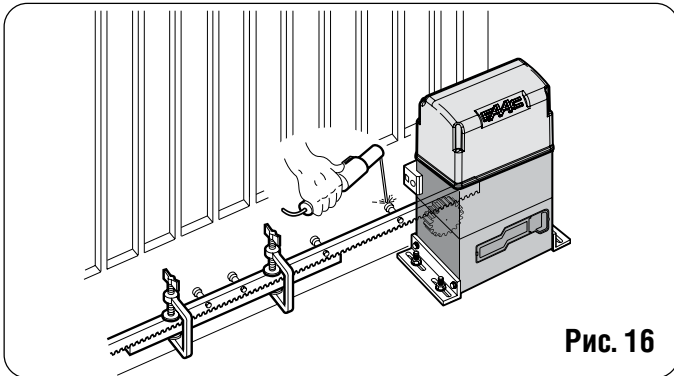

Рис. 16
5) Совместить вторую часть рейки с предыдущей с помощью отрезка рейки (как показано на рис. 16) для синхронизации обеих элементов.
5) Совместить вторую часть рейки с предыдущей с помощью отрезка рейки (как показано на рис. 16) для синхронизации обоих элементов.
4) Совместить вторую часть рейки с предыдущей с помощью отрезка рейки (как показано на рис. 16) для синхронизации зубьев обоих элементов.